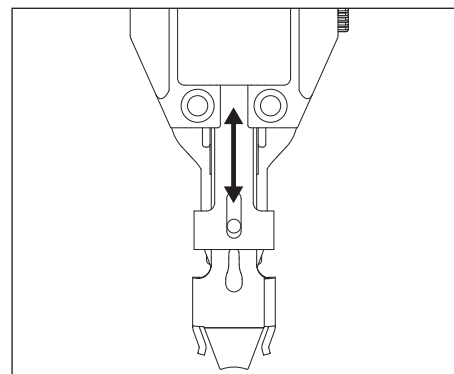

Figure 15
6. Pousser manuellement la pointe de contact vers le haut et le bas plusieurs fois de manière à distribuer uniformément l'huile dans le cylindre d'entraînement (voir la figure 15).